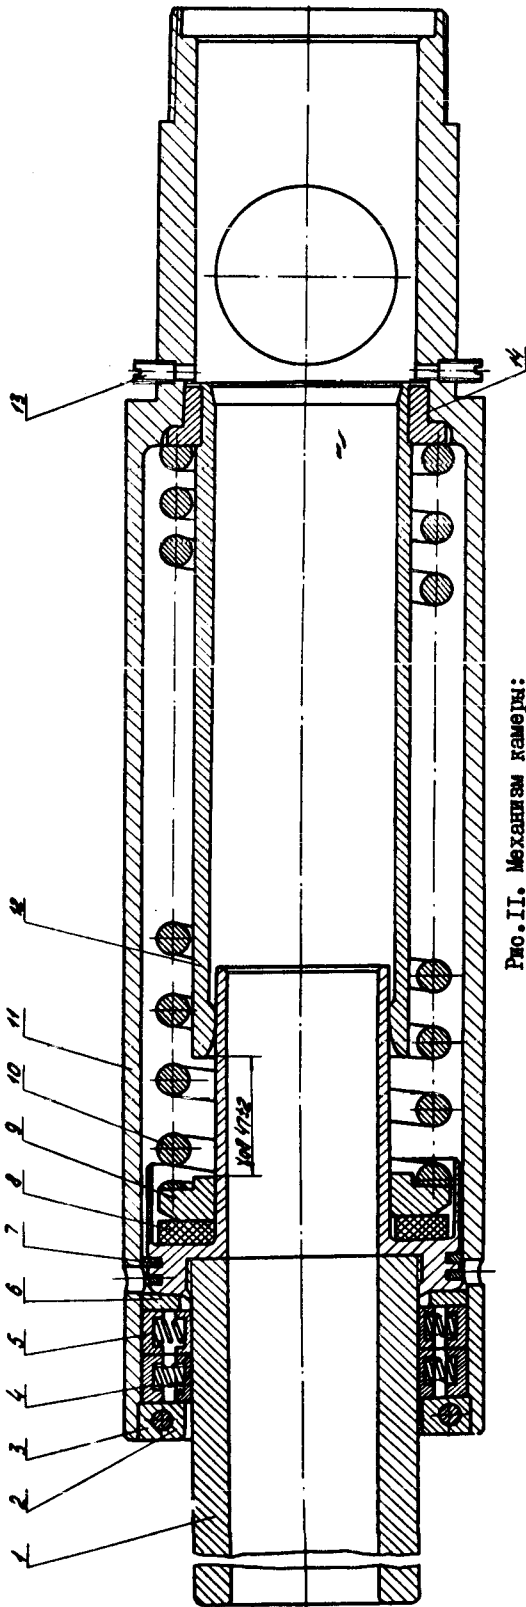

Рис. 11. Механизм камеры:
10.10. Сжать контакт 1 (рис.11) приспособлением (см.рис.П-7) и высбить штифты 3.
10.12. Вынуть из корпуса механизма II детали 1,2,4,5,6,8,9,10,12 (см.рис.11).
10.20. Установить приспособление (рис. П-8) в корпус механизма II (см.рис.11).
10.21. Установить буфер 8 и кольцо 9 в контакт I (см.рис.11).
10.27. Установить оправку 2 приспособления (рис.П-9) в корпус механизма II (см.рис.11).
10.28. Установить два ряда скользящих контактов 4 с пружинами 5 (см.рис.11), осадить их толкателем I приспособления (см.рис. П-9) в корпус механизма II (см.рис.11).
10.29. Снять оправку 2 приспособления (см.рис.П-9) с корпуса механизма II (см.рис. 11).
10.31. Удалить приспособление (см.рис. П-7) из корпуса механизма II (см.рис.11).